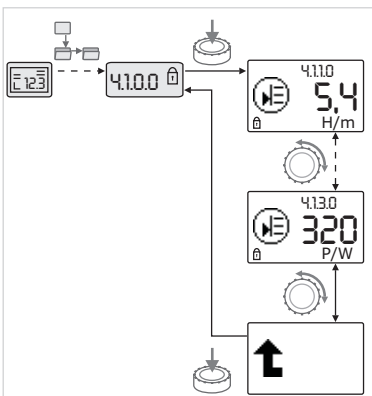

Fig. 43: Tietojen hakeminen näyttöön
- Käyttöpainiketta kiertämällä valitaan "Tietoja"-tyypin valikko-osia tämänhetkisistä alavalikoista (katso Fig. 43). Symbolein esitettyjen säätöjen selitykset, katso taulukko luvussa 8.7 "Valikon osien viitteet" sivulla 94.